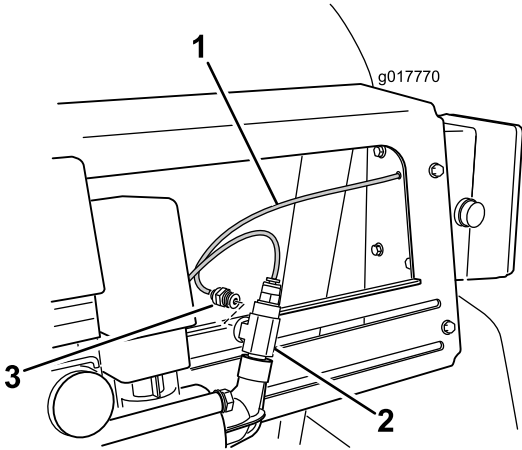

图7
- 找到控制箱背面的红色压力表管，将它安装在三通接头（图7）的开口处。